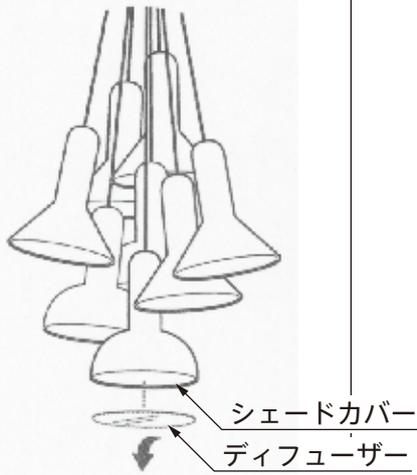

図5
7. 再びディフューザーをシェードカバーに取付けます。(図5)
7. ソケットに電球を取付けます。（図5）